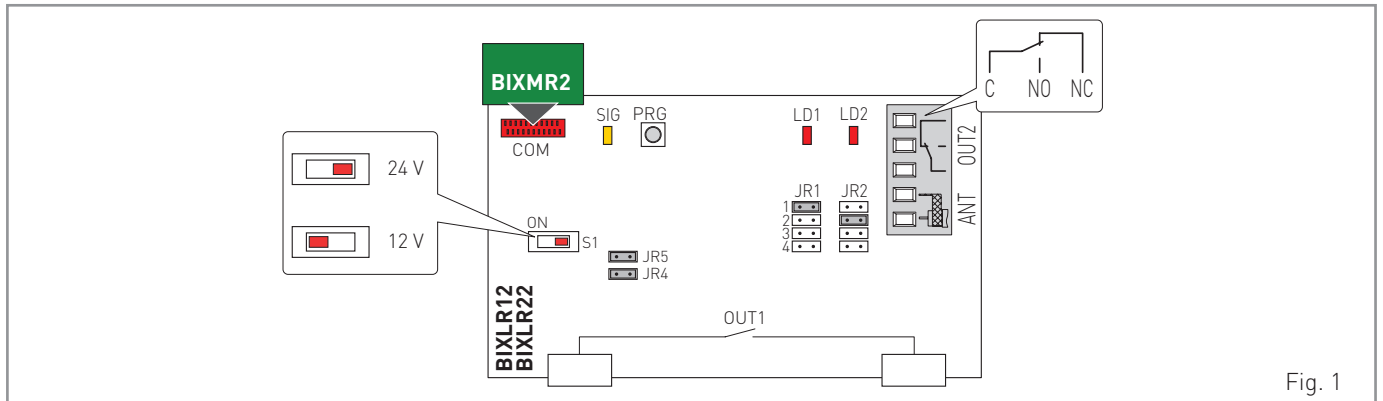

Fig. 1
2. Ricevitore (fig. 1)
3. Selezione canali-uscite (fig.1)
2. Receiver (fig. 1)
3. Channels-outputs selection (fig.1)